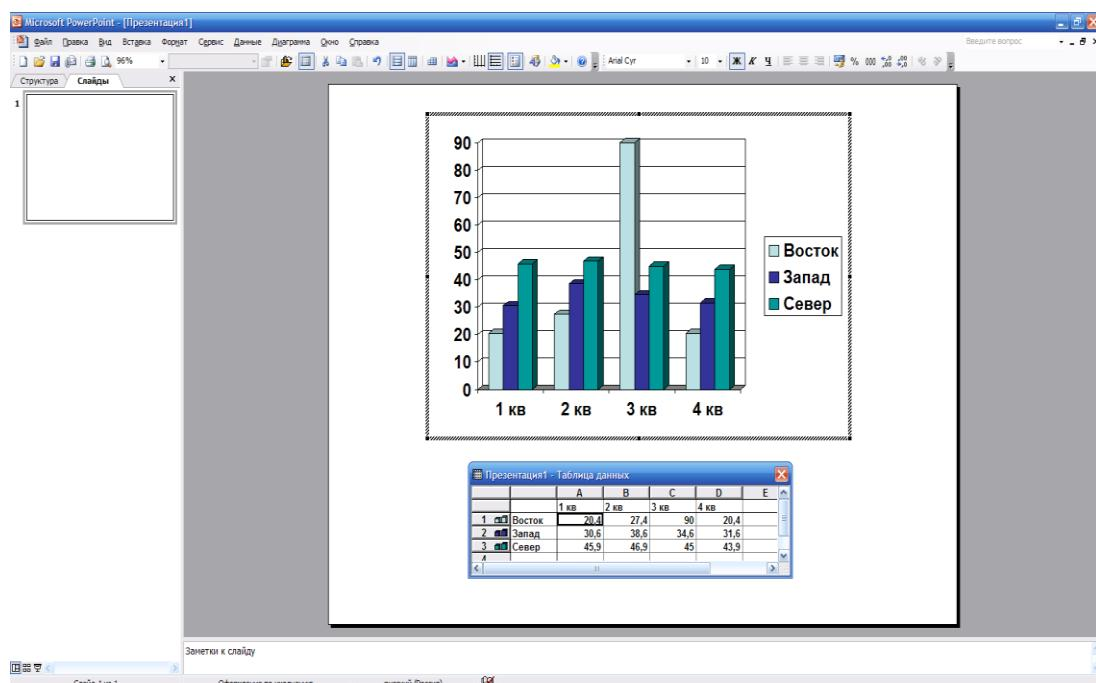

Рис. 5. Вікно Microsoft Graph
4. Двічі клацніть на об'єкті Діаграма, щоб викликати **Microsoft Graph**. Якщо вибраний слайд з вмістом, просто клацніть на піктограмі Діаграма. У будь-якому випадку **Power Point** запустить **Microsoft Graph**, яка створить приклад діаграми на основі передбачуваних даних (Рис. 5). Зверніть увагу: **Microsoft Graph** замінює панелі інструментів **Power Point** своїми власними.